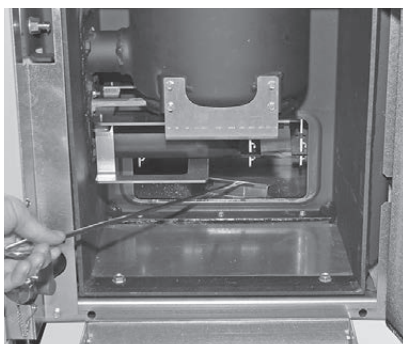

Fig. 59 Éliminer les cendres en dessous de la surface d'échange dans le cendrier
- ▶ Éliminer les cendres en dessous de la surface d'échange à l'aide du grattoir dans le tiroir à cendres – Fig. 59.